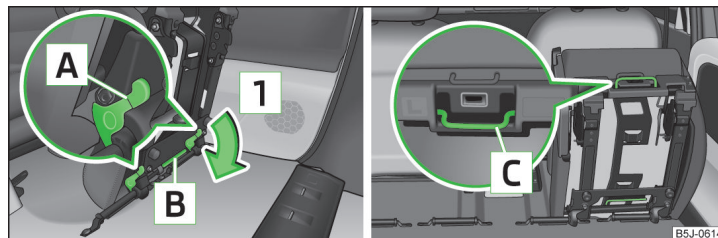

Abb. 59 Vorgeklappten Sitz entriegeln / Tragegriffe an der Sitzfläche
- Den vorgeklappten Sitz durch Drücken der Sitzverriegelungen **A** » Abb. 59 in Pfeilrichtung **1** entriegeln.
- › Den äußeren Sitz vorklappen » Seite 73, *Sitzlehne vorklappen und Sitz komplett vorklappen* und entriegeln » Abb. 59 auf Seite 73.